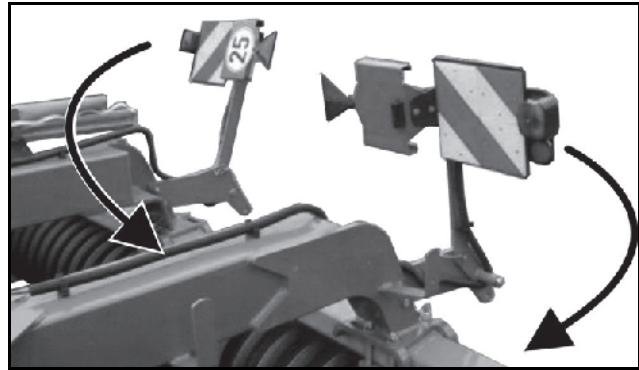

Fig. 42
- Beleuchtung (Fig. 42) in Transportstellung herunterschwenken, mit Bolzen abstecken und sichern.